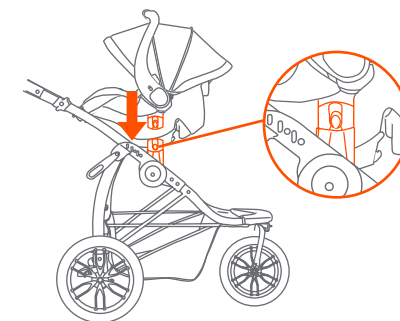

Fig. 22
22) • Coloque la sillita para el automóvil alineando los anclajes del asiento que están al costado de la sillita con los anclajes del armazón del carrito y presionándolos hasta que se traben correctamente (Fig. 22).